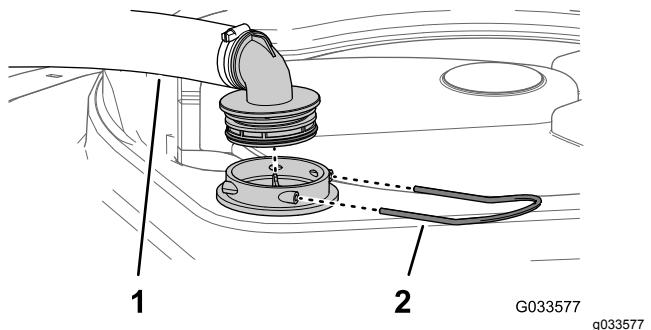

Figure 13
- Au sommet de la cuve du pulvérisateur, retirez l'étrier qui fixe le raccord de flexible sur le grand flexible et le logement du filtre (Figure 13).
2. Étrier de fixation | 3. Retirez le flexible et le raccord du logement du filtre (Figure 13).